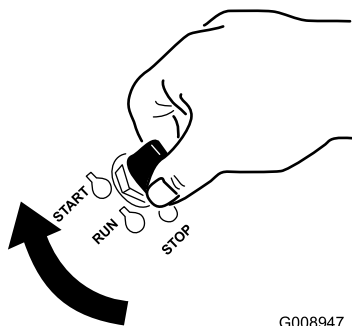

Bild 14
1. Drehen Sie den Zündschlüssel auf die START-Stellung (Bild 14).